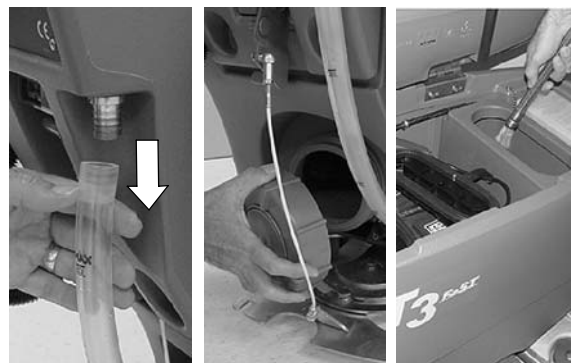

FIG. 46
4. Videz le réservoir de solution et rincez l'intérieur avec de l'eau (60° C maximum), le cas échéant (Figure 46).